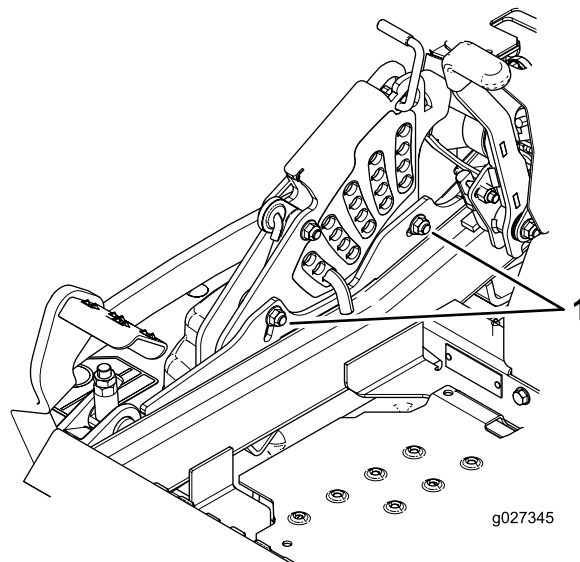

Figura 94
12. Para ajustar el sistema de ajuste de un solo punto, afloje los 2 pernos situados cerca del borde inferior de la pletina de altura de corte (Figura 94).
14. Apriete los 2 pernos en el borde inferior de la pletina de altura de corte (Figura 94).